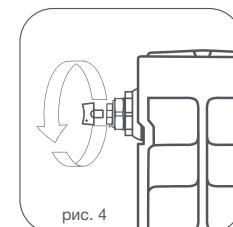

рис. 4
- 8.4. Для удаления воздуха из радиатора в верхний коллектор обязательна установка крана Маевского* или автоматического воздухоотводчика. Для удаления воздуха через кран Маевского необходимо периодически (несколько раз в год) вручную справлять его с помощью специального ключа* (рис. 4)